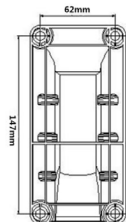

Fig.2
3. Legen Sie die Montagehalterung als Vorlage an, markieren Sie jede Position und bohren Sie vier Öffnungen in der Wand (Abb. 2)